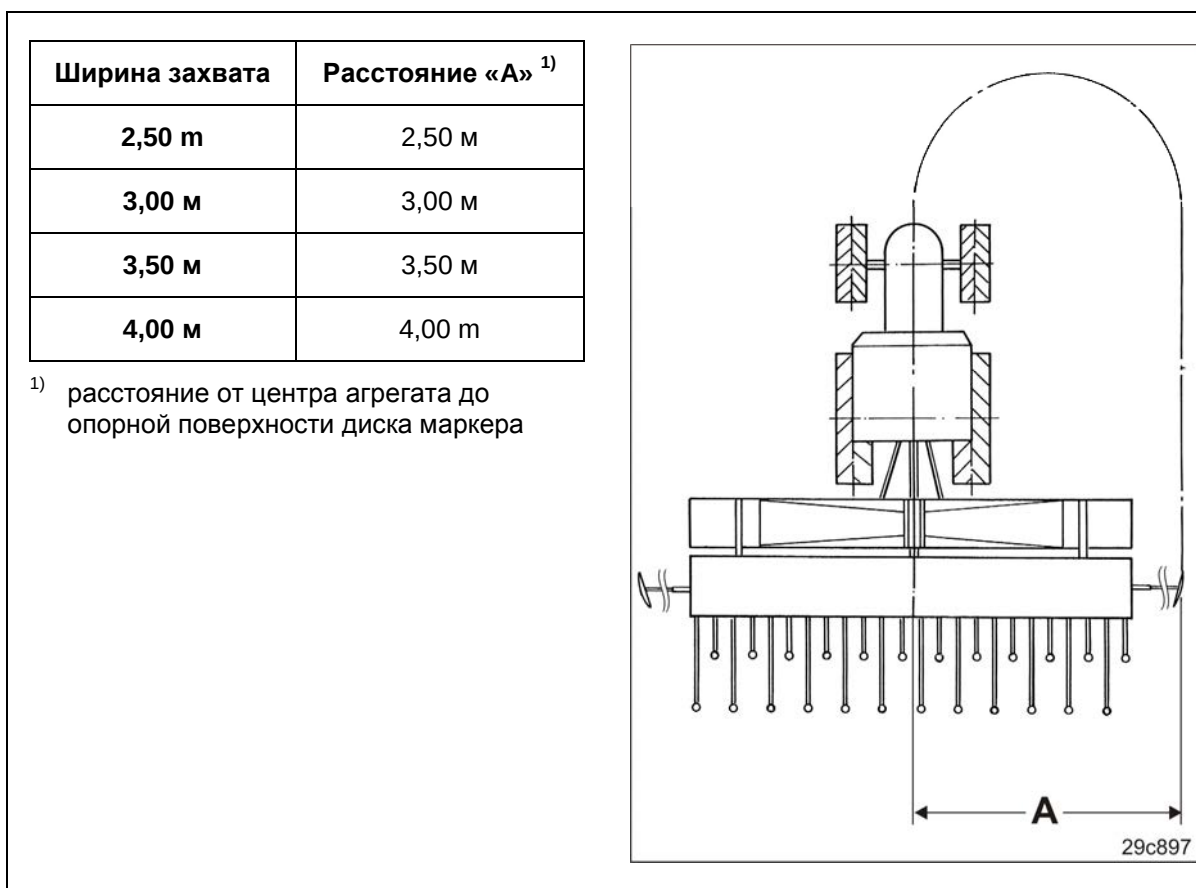

Рис. 150
- 4.5 Установите длину маркера на значение «А» (см. таблицу Рис. 150).